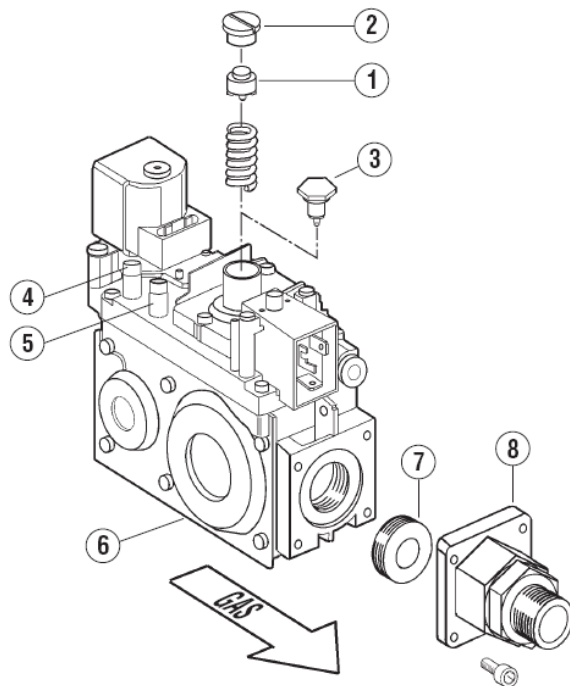

Fig. 3 GA/N 45A - GA/N 80A
- Branșați un manometru la priza de presiune mai sus de (4) grupul de supape (Fig. 3 pentru GA/N 45A și GA/N 80A, Fig. 4 pentru GA/N 100A);
- Numai pentru categoriile  $I_{2H}$ ,  $I_{2ELL}$  și  $I_{2L}$ , branșați un manometru la priza de presiune mai jos de (5) grupul de supape (Fig. 3 pentru GA/N 45A și GA/N 80A, Fig. 4 pentru GA/N 100A); pentru toate celelalte categorii nu este nevoie să ridicați presiunea mai jos de grupul de supape gaz deoarece reglarea supapei este blocată (vezi „TRECEREA LA UN ALT TIP DE GAZ”);
- Numai pentru categoriile:  $I_{2H}$ ,  $I_{2ELL}$  și  $I_{2L}$ , citiți valoarea presiunii de lucru pe cel de-al doilea manometru și, dacă este nevoie, interveniți asupra regulatorului de presiune (1) cu o șurubelniță pentru a restabili presiunea de lucru indicată în Tabelul I.
Pentru a trece de la un tip de gaz la un altul, procedați după cum urmează (Fig. 3/4):